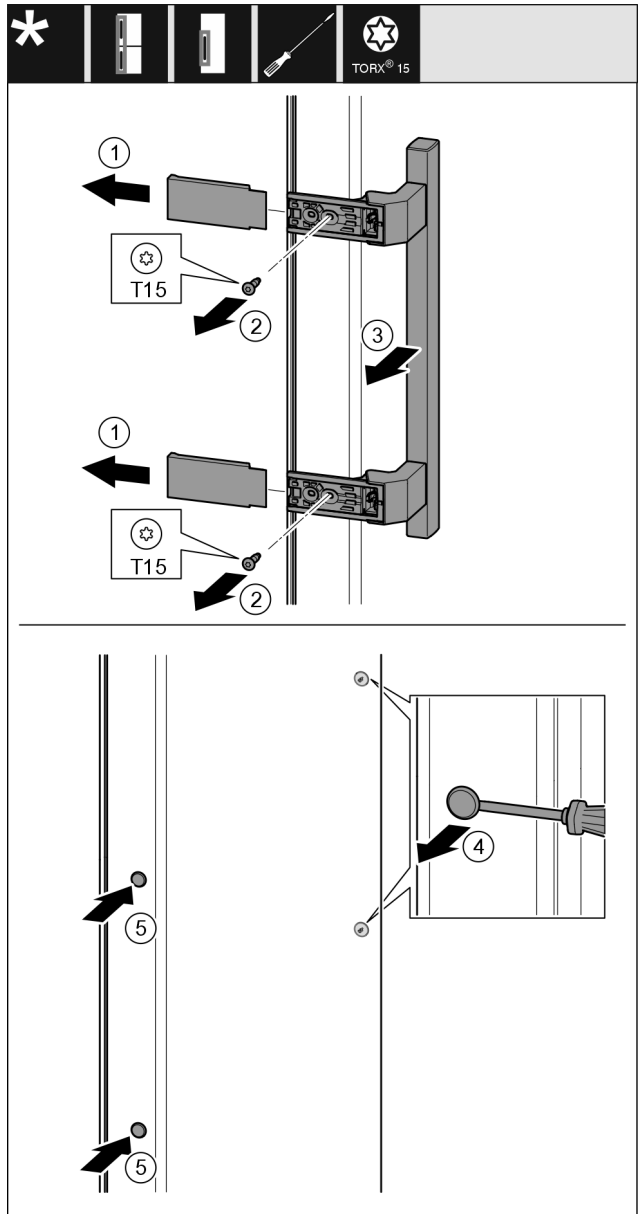

Fig. 53
- Húzza le a fedelet Fig. 53 (1).
- Tekerje ki a csavarokat Fig. 53 (2) csavarhúzóval.
- Vegye le a fogantyút Fig. 53 (3).
- Óvatosan emelje meg és húzza ki az oldalsó dugót Fig. 53 (4) lapos csavarhúzóval.
- Tegye vissza a dugót Fig. 53 (5) a másik oldalra.